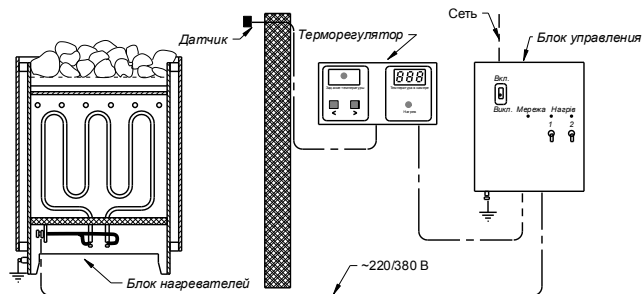

Рис. 1. Схема установки і підключення ЕКС
5.1 ЕКС складається з трьох основних блоків: нагрівача, пульта управління і терморегулятора. Схема установки і підключення ЕКС представлена на рис.1, схема електрична принципова на рис.4.